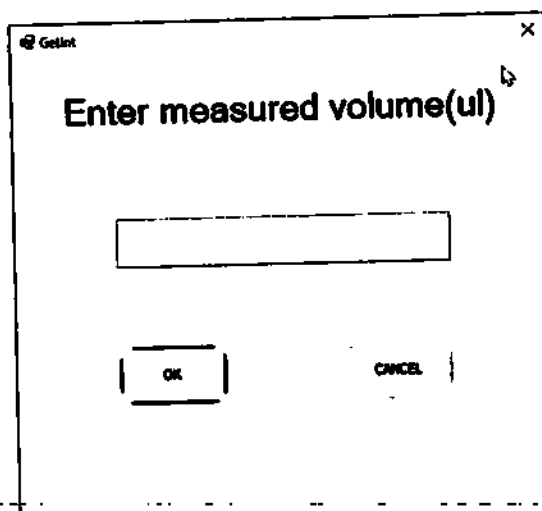

Рисунок 55
9.5.6.11 После дозирования зонд переместится в исходное положение, и появится всплывающее окно для ввода значения измеренного объема [Рисунок 55].